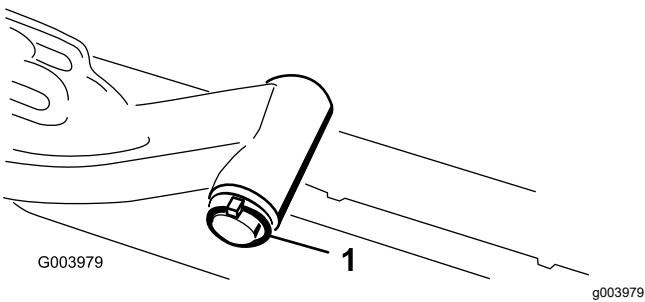

Bild 11
- A. Nehmen Sie den Klappstecker und die Scheibe ab, mit denen die Gelenkwelle des Hubarms am Hubarm befestigt ist. Schieben Sie die Gelenkwelle des Hubarms aus dem Hubarm (**Bild 11**).
C. Setzen Sie die Hubarmwelle in den Hubarm ein und befestigen Sie sie mit der Scheibe und dem Klappstecker (**Bild 11**).